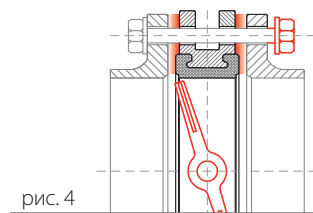

рис. 4
11. Перед началом монтажа диск поворотного затвора необходимо немного приоткрыть, но так, чтобы диск не выходил за корпус дискового поворотного затвора (рис. 4).